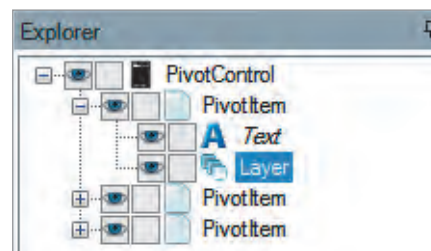

Рис. 3. Редактирование группы для PivotItem
7. Для страницы *KPI* в полностью открытом *Explorer* (Проводнике) выберите *PivotItem* (Элемент Pivot), затем *Layer* (Слой), как это показано на рис. 3.